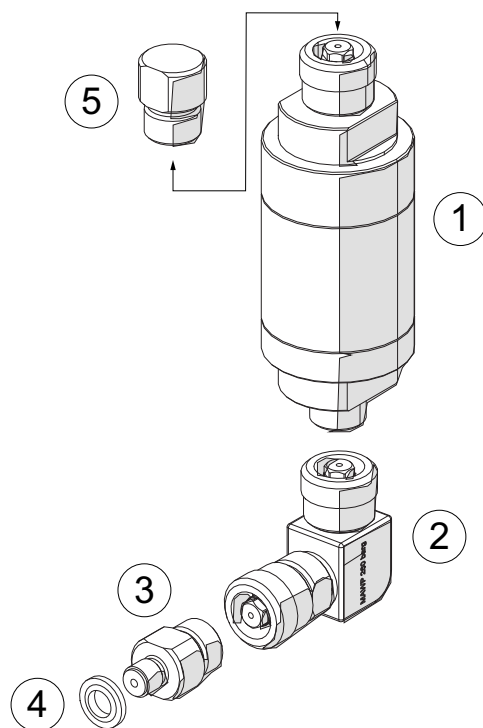

Figura D-4: Piezas IOPACE-IDT e IOPACE-IDT-HP
1. Ajusta las piezas como se muestra en Figura D-4. Aprieta a mano el adaptador de ajuste rápido y usa llaves para apretar el adaptador macho a AMC G1/8 con arandela adherida.